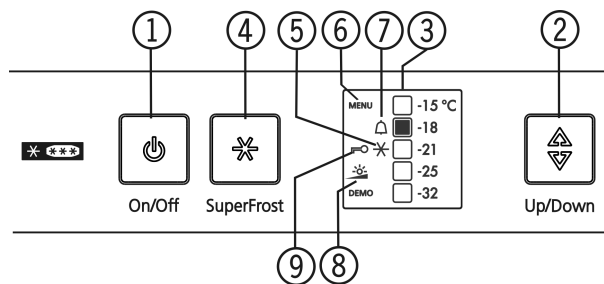

Fig. 3
- El símbolo de SuperFrost Fig. 3 (5) parpadea junto con el indicador de temperatura.